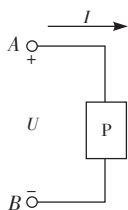

图 1-27 简答题 2 电路图
2. 在图 1-27 所示电路中，已知 $U = -10\text{ V}$ ， $I = 2\text{ A}$ ，试问 A 、 B 两点哪点电位高？元件 P 是电源还是负载？